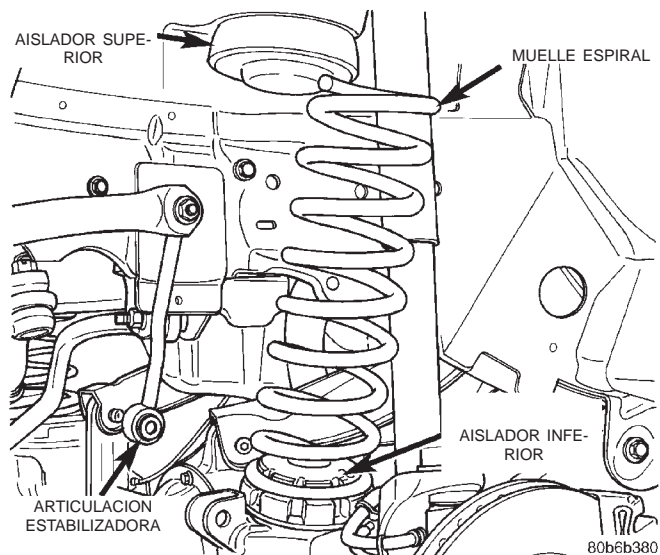

Fig. 4 Muelle espiral delantero
(1) Eleve y apoye el vehículo. Emplace un gato hidráulico debajo del eje para apoyarlo.
(2) Retire los conjuntos de rueda y neumático.
(3) Retire de los soportes del eje las tuercas y los pernos de instalación de las articulaciones de la barra estabilizadora.
(4) Retire de los soportes del eje las tuercas de instalación inferiores de los amortiguadores.
(5) Retire del soporte del eje el perno de instalación de la barra de tracción.
(6) Baje el eje hasta que el muelle se separe del soporte superior y el aislador (Fig. 4).